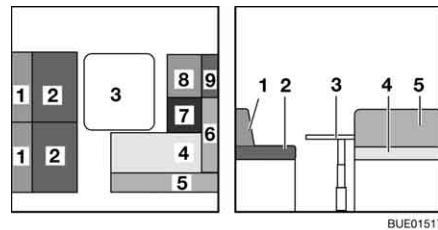
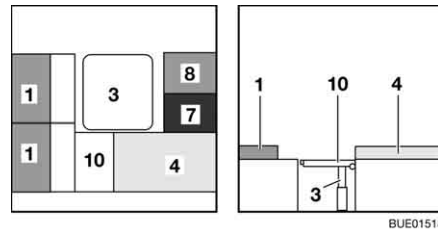

Fig. 155 Prima della trasformazione
Fig. 156 Durante la trasformazione
- Trasformare il tavolo (Fig. 155,3) in struttura di supporto letto (vedi paragrafo 6.11).
- Rimuovere i cuscini dello schienale (Fig. 155,5, 6 e 9) e riporli.
- Rimuovere i cuscini del divano (Fig. 155,2), aprire verso l'esterno la prolunga del cassonetto (Fig. 156,10) e posarla nell'attacco.
- Posizionare i cuscini dello schienale (Fig. 156,1) sul divano.